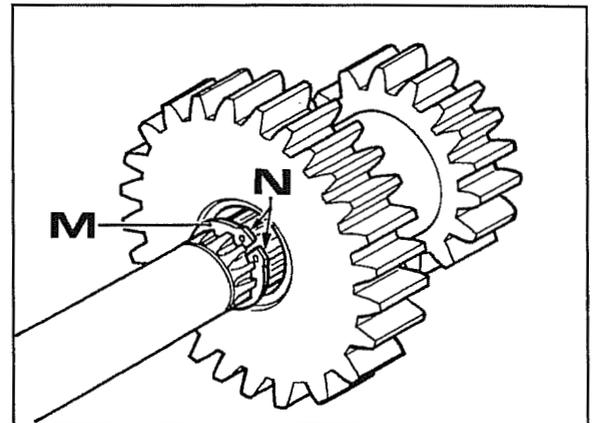

Fig. 6
- El anillo elástico seeger M fig. 6, inevitablemente dañado en la fase de extracción del eje toma de fuerza, debe ser sustituido recordando de bajar con el muelle los salientes N fig. 6, hasta la proximidad de los orificios de enganche. Dicha operación se hace necesaria para permitir la introducción del eje en el engranaje doble sin dañar el nuevo seeger y los nuevos casquillos.